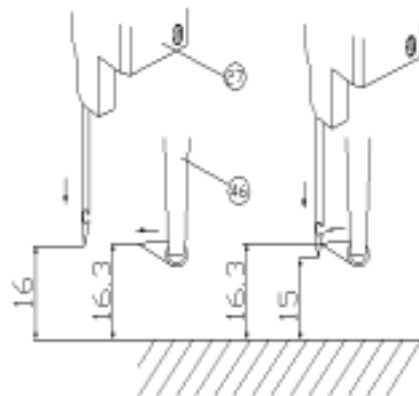

FIG. 23
Traiga el barra de aguja al origen del primer ciclo. Use el equipo de 15 mm de largo del ancho de vía (29) y ponga el barra de aguja en 1 mm de su U.D.C.; la distancia entre plate de garganta y la punta de la aguja debe ser 15 mm. Fig. 23.